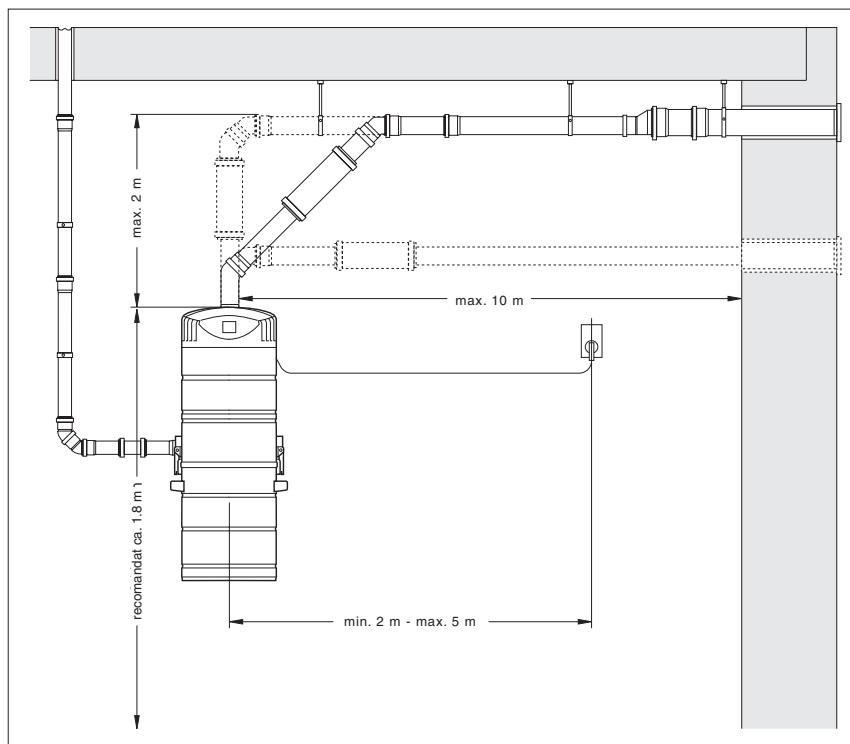

Fig. 31 Exemplu de montaj pentru unitatea centrală de aspirare pentru modelele 2000 și 3000
- Pentru tipurile de aparate 2000 și 3000 se va utiliza țeava de evacuare corespunzătoare (RAUPIANO Plus DN 75) conf. Fig. 31 pentru tubulatura de evacuare a unității de aspirare.
- Pentru fiecare țeavă de evacuare se va instala un amortizor de zgomot de evacuare între unitatea de aspirare și zid (Fig. 31 și 32)